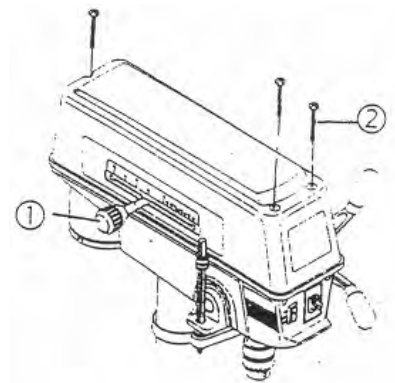

Fig. 25
1. Terwijl de machine draait de snelheidshendel (1) Fig. 25 aan de linkerkant van de machine losmaken.
3. Als de markering op de snelheidshendel (1) de gewenste snelheid op de schaalverdeling aangeeft, de snelheidsknop met de wijzers van de klok mee vastdraaien.